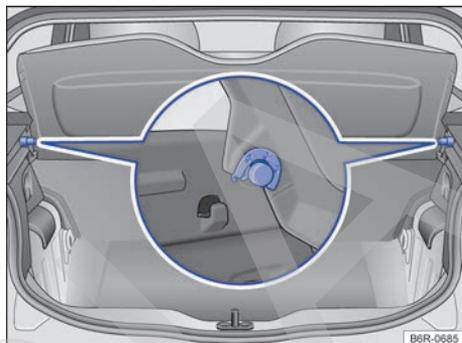

Fig. 103 En el maletero: desmontar y montar la bandeja trasera.
- Retirar la bandeja trasera de los soportes laterales por arriba → fig. 103.
- Presionar la bandeja trasera en los soportes laterales por abajo → fig. 103.